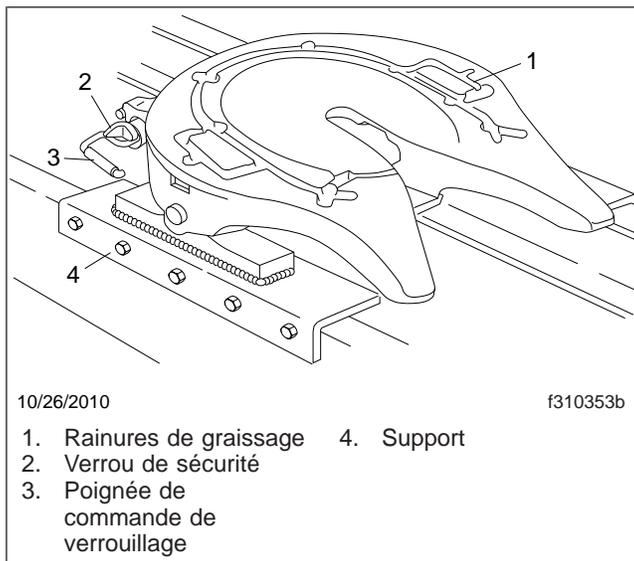

Fig. 1, Sellette d'attelage série Simplex
4. Lorsque la sellette est verrouillée, le verrou de sécurité doit pouvoir osciller et retomber librement en place. Voir la **figure 1**.